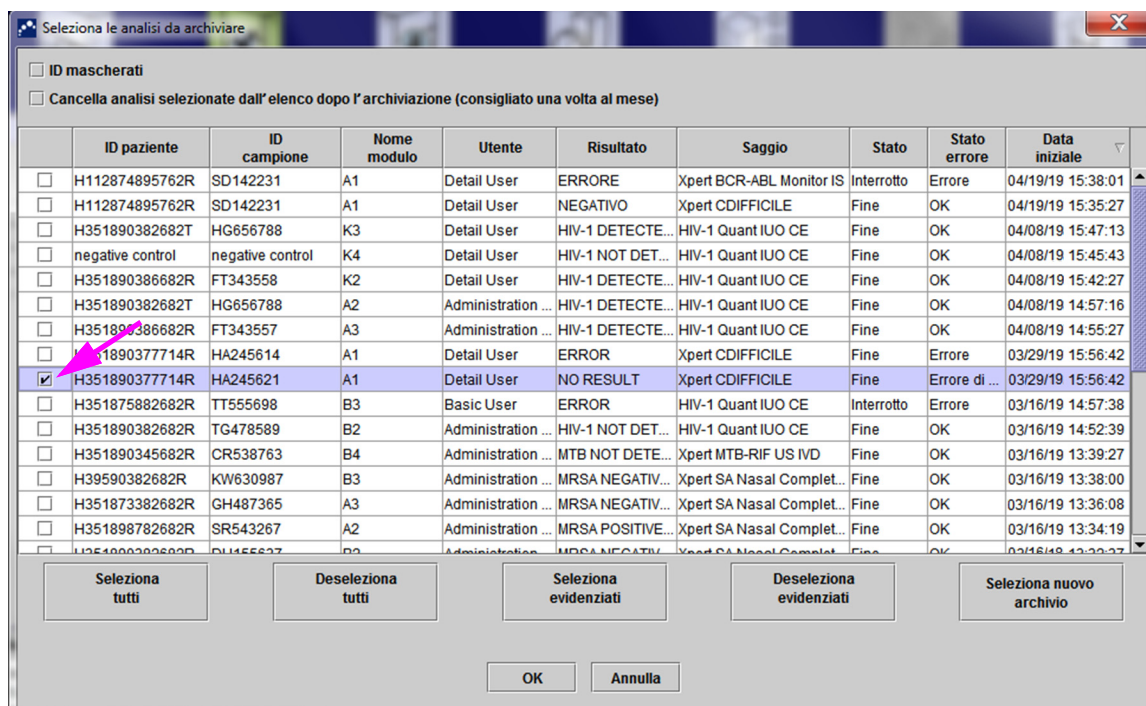

Figura 5-70. Finestra di dialogo Seleziona le analisi da archiviare
3. Viene visualizzata la finestra di dialogo Selezionare le analisi da recuperare da (vedere la Figura 5-70). I test già esistenti nel database corrente sono visualizzati in rosso.